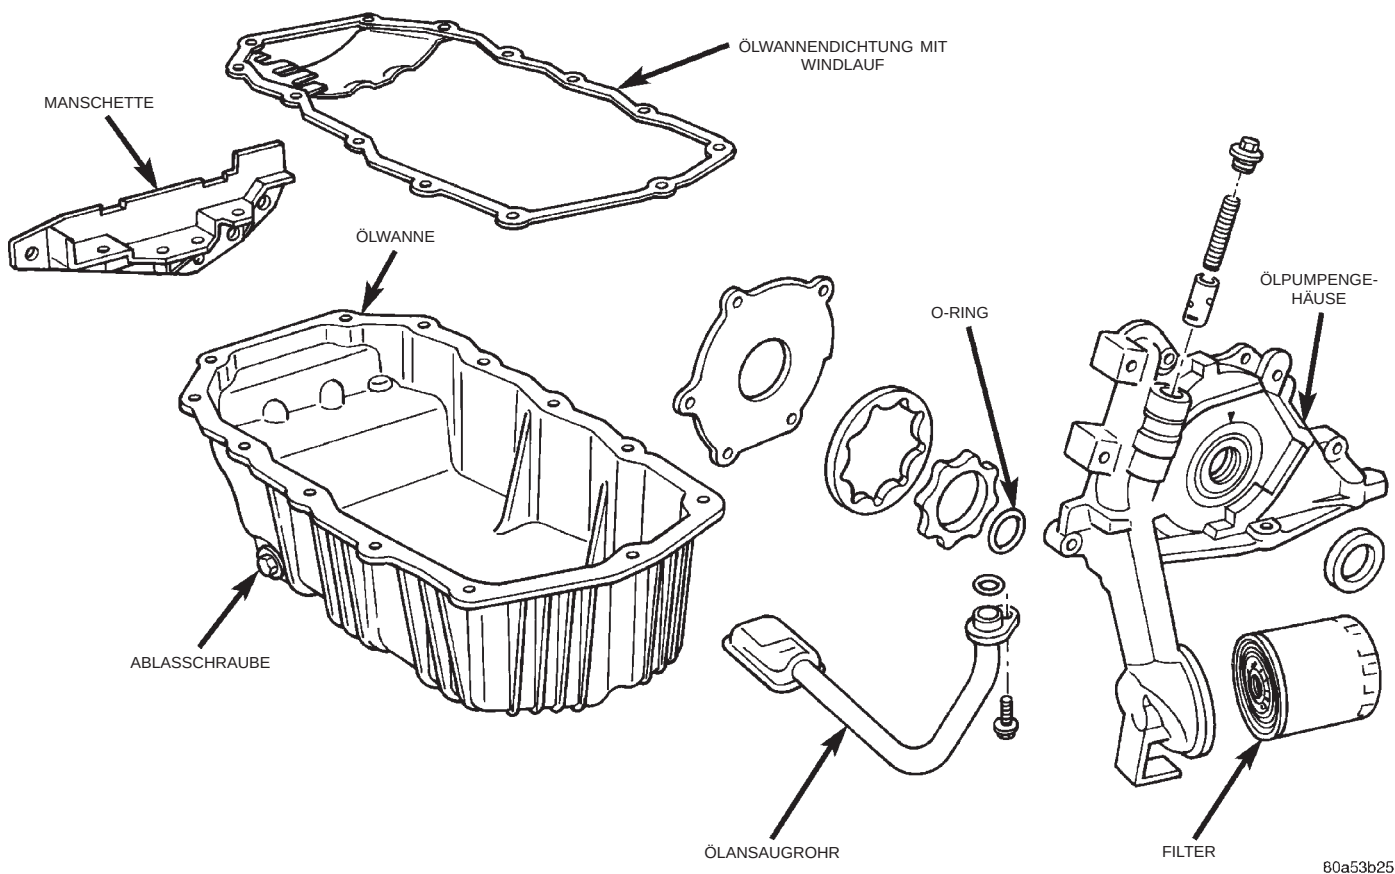

Abb. 87 Ölüberdruckventil
(a) Gewindekappe und Dichtung ausbauen (Abb. 87).
(b) Feder und Überdruckventil entfernen (Abb. 87).
ACHTUNG! Ölüberdruckventil wie in (Abb. 87) gezeigt einbauen; anderenfalls können ernsthafte Schäden entstehen.
(4) Überdruckventil, Feder, Dichtung und Gewindekappe wie in (Abb. 87) gezeigt einbauen. Gewindekappe mit einem Anzugsmoment von 41 N·m (30 ft. lbs.) festziehen.